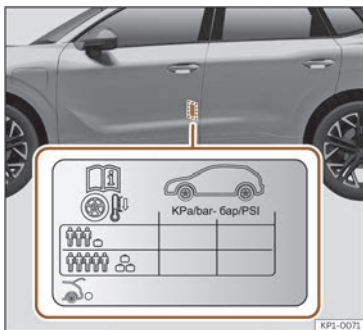

Abb. 234 Einbauort des Aufklebers für den Reifendruck.
- Passen Sie bei größerer Zuladung den Reifendruck entsprechend an >>> (Abb. 234).
Die Angaben zum Reifendruck befinden sich auf dem Aufkleber an der Fahrertürsäule >>> (Abb. 234).
Der Reifendruck muss der aktuellen Fahrzeugbelastung angepasst werden. Wenn das Fahrzeug voll beladen werden soll, muss der Reifendruck entsprechend dem auf dem Reifendruck-Aufkleber angegebenen maximalen Wert erhöht werden >>> (Abb. 234).
Füllen Sie bei einem minimierten Notrad (125/70 R16 oder 125/70 R18) auf einen Druck von 4,2 bar, gemäß Angabe auf dem Aufkleber mit den Reifendruckwerten >>> (Abb. 234).
- Der Fahrer ist verantwortlich für den richtigen Reifenfülldruck an allen Reifen am Fahrzeug. Der empfohlene Reifenfülldruck befindet sich auf einem Aufkleber >>> (Abb. 234).
- Immer den richtigen Reifenfülldruck am kalten Reifen einhalten, wie auf dem Aufkleber angegeben >>> (Abb. 234).